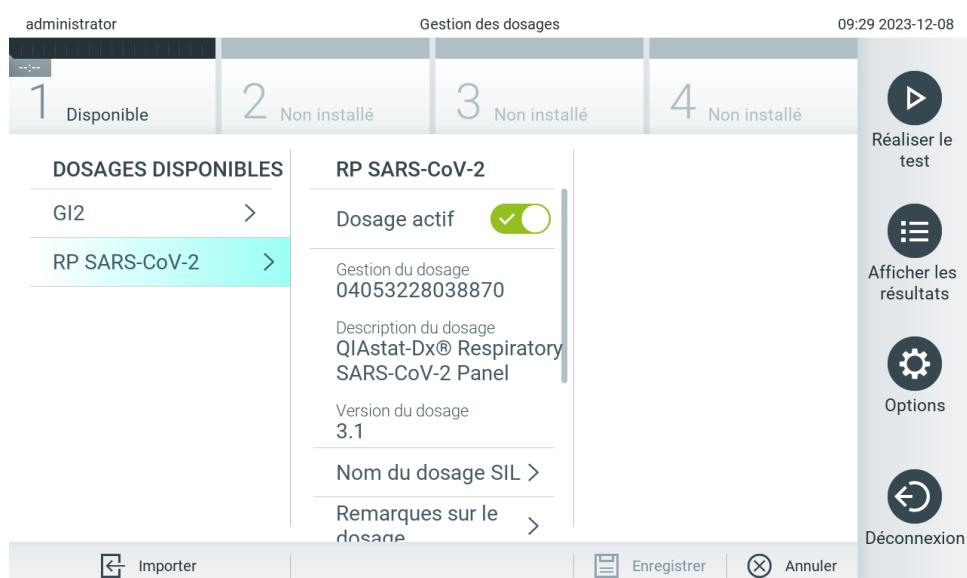

Figure 57. Gestion des dosages disponibles.
1. Appuyez sur **Options > Assay Management (Gestion des dosages)** pour accéder à l'écran Assay Management (Gestion des dosages). Les dosages disponibles sont répertoriés dans la première colonne de la zone de contenu (figure 57).